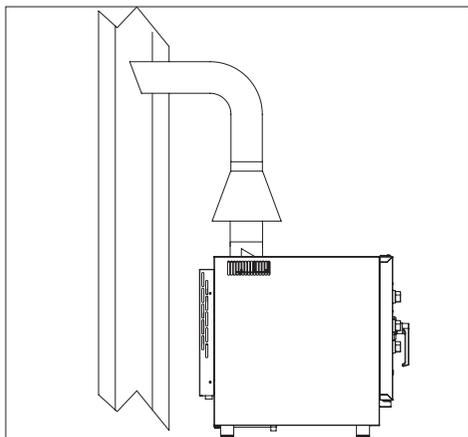

fig. 12
- Moyennant le raccordement à un conduit naturel, tel qu'un carneau montant à tirage naturel ayant une efficacité certaine pour évacuer les produits engendrés par la combustion directement à l'extérieur (fig. 12). La continuation advient vers l'extérieur ou dans une cheminée moyennant le convoyeur. Cette intervention doit assurer que l'évacuation des fumées ne soit pas empêchée par des obstructions et/ou une longueur excessive du tuyau d'évacuation (au maximum 3 m).